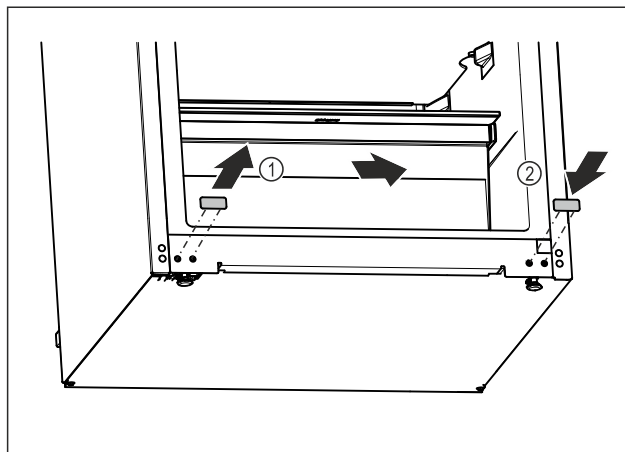

Fig. 20
- ▶ Trek de afdekdop eruit. Fig. 20 (1)
- ▶ Plaats de afdekdop aan de andere kant. Fig. 20 (2)